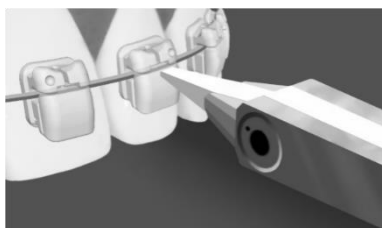

図4
- (1) ブラケットドアを開けるために、開閉用 インスツルメントのチップをドアの真上の水平の隙間に挿入する (図4)。